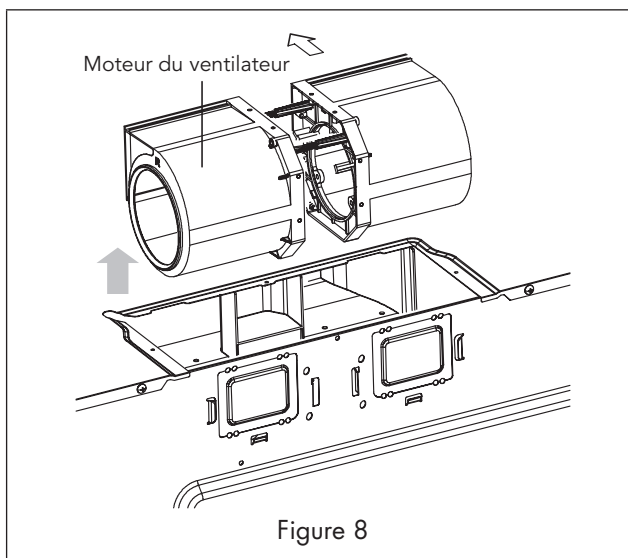

Figure 8
- Soulevez le ventilateur et retirez-le de l'emplacement de montage. Voir la Figure 8.
- A-1 Moteur du ventilateur. Voir la Figure 8